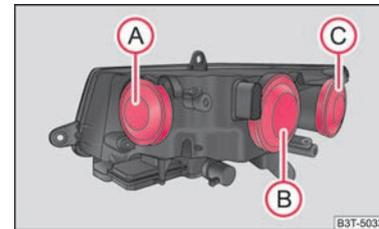

Abb. 215 Scheinwerfer vorn: Einbaulage der Lampen
Positionen der Glühlampen im Scheinwerfer vorn ⇒ Abb. 215.
- Nehmen Sie die Schutzkappe ab (A) ⇒ Abb. 215.
- Nehmen Sie die Schutzkappe ab (B) ⇒ Abb. 215.